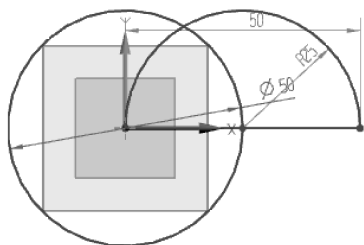

图 2-42 绘制圆弧曲线
- 06 在【曲线】组中单击【圆弧】工具，以默认的【三点定圆弧】的方式，选取直线的两个端点作为圆弧的两个端点，然后输入圆弧的半径为 25。随后，在直线的上方单击确定第 3 点，完成圆弧绘制，如图 2-42 所示。